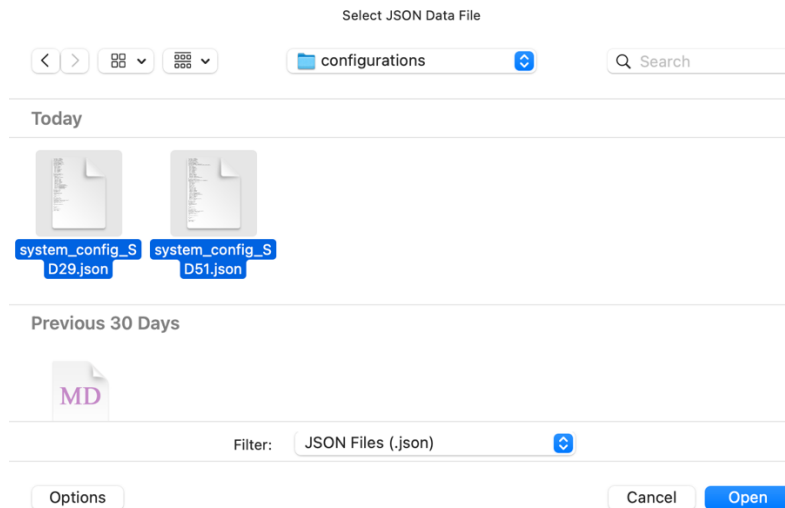

Figura 1.7. Información inicial seleccionada y cargada del tab CEN.
Paso 1. Se inicia con la selección de los archivos .JSON de configuración del sistema. Dado que para la planta fotovoltaica de ejemplo se tienen dos archivos, ambos son seleccionados de forma simultánea (Ver Figura 1.7). **Nota:** Es importante tener en cuenta que estos se cargan según el orden alfabético del nombre de los archivos y asimismo son ejecutados.